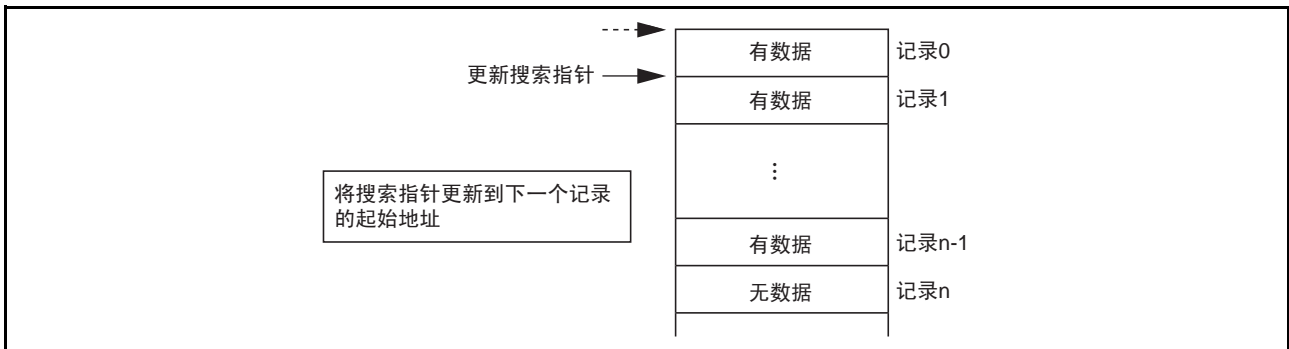

图8 搜索指针的更新
- (2) 检查搜索指针表示的记录是否为空记录（ALL “FF16”）。
- (3) 如果不是空记录时，将搜索指针设定在下一条记录的起始地址。（图8）